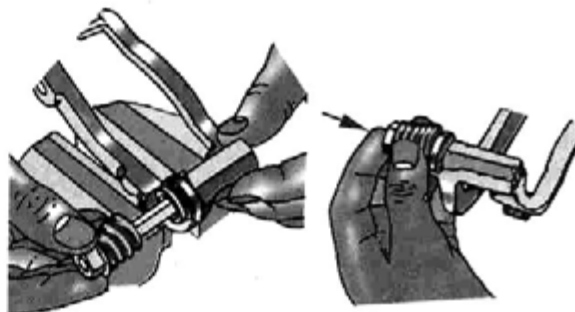

Рис. 7.19. Замена направляющих пальцев
- вывернуть болт крепления второго направляющего пальца (рис. 7.19);